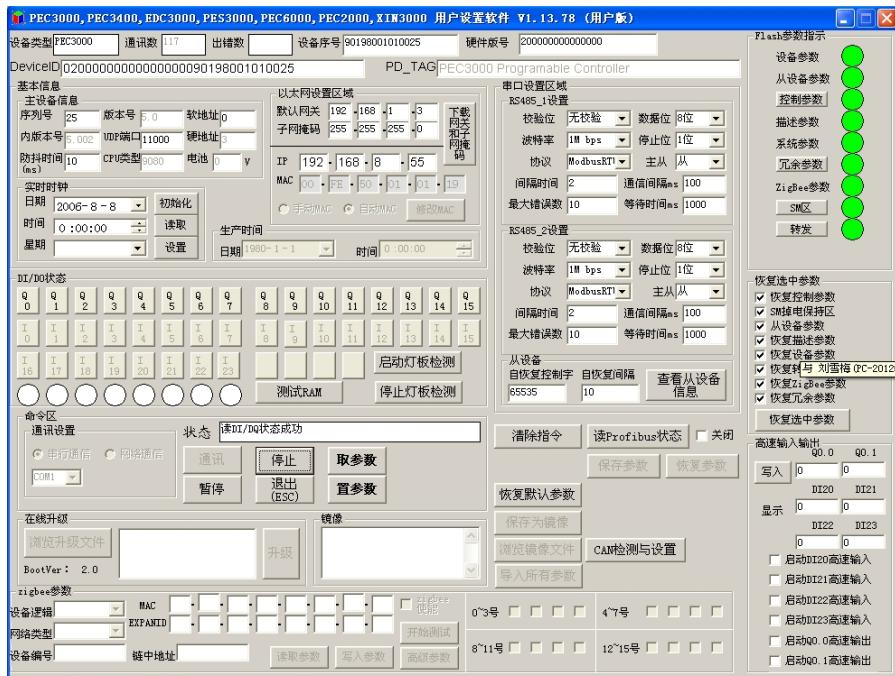

图 6-1-2 PEC3000 用户设置软件
(2) 启动设置软件: 启动 PEC3000 用户设置软件, 进入如图 6-1-2 所示界面, 单击“通信”按钮。设置软件连接控制器, 读取控制器系统参数, 进入参数设置状态。
(3) 参数设置: 点击“取参数”按钮, 将控制器现在运行的参数显示在软件界面上。“置参数”按钮则将软件界面中的已经修改的参数下载至控制器中, 完成对控制器系统参数的设置。“恢复默认参数”是将控制器的所有参数恢复至出厂的设置。
(4) 查看状态参数：设备状态参数包括硬地址信息，电池信息，温度补偿，软件版本号等。
(5) 退出设置模式：设置完成后，取消短接线，并重新上电，控制器退出设置模式，进入正常工作状态。